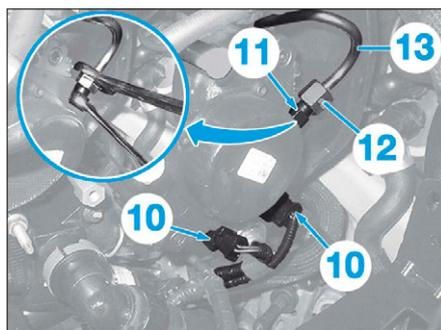

FIG. 44
- Débrancher les connecteurs (10) (Fig.44).
- Appliquer un contre couple sur le raccord (11) et desserrer l'embout (12).
- le tuyau haute pression (13),